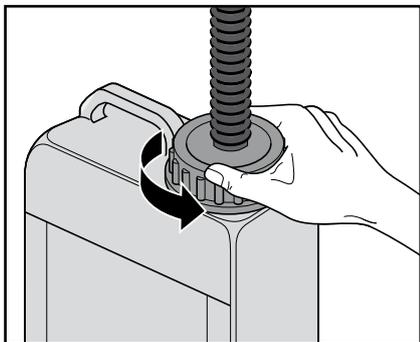

Fig. A1
- Desaperte o dispositivo de fixação reservatório. (Fig. A1)